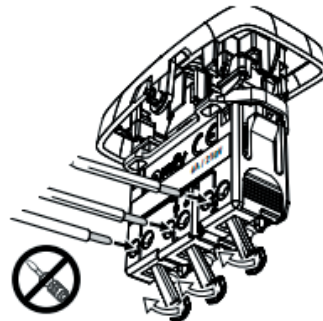

Imagen 15: apertura de las pestañas inferiores - INIS 80x80
2. Levantar las pestañas inferiores antes de introducir los cables (imagen 15). Recuerde no utilizar ninguna herramienta que pueda dañar la estructura.